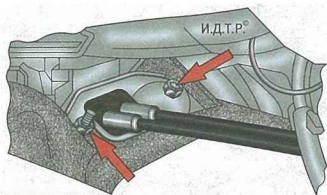

Рис. 6.7. Крепление уплотнителя тросов управления коробкой передач
17. Отверните две гайки (показаны стрелками на рис. 6.7) крепления уплотнителя тросов и извлеките тросы в салон, попеременно вынимая их наконечники через отверстие в тоннеле пола.